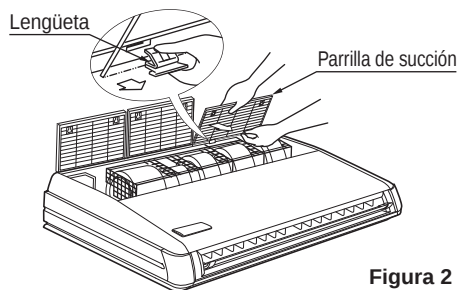

Figura 2
- Teniendo la parrilla de la succión abierta, retire la parrilla de la succión jalando hacia adelante, agarrando las lengüetas posteriores (x2) de la parrilla de la succión. **(Vea la Figura 2)**